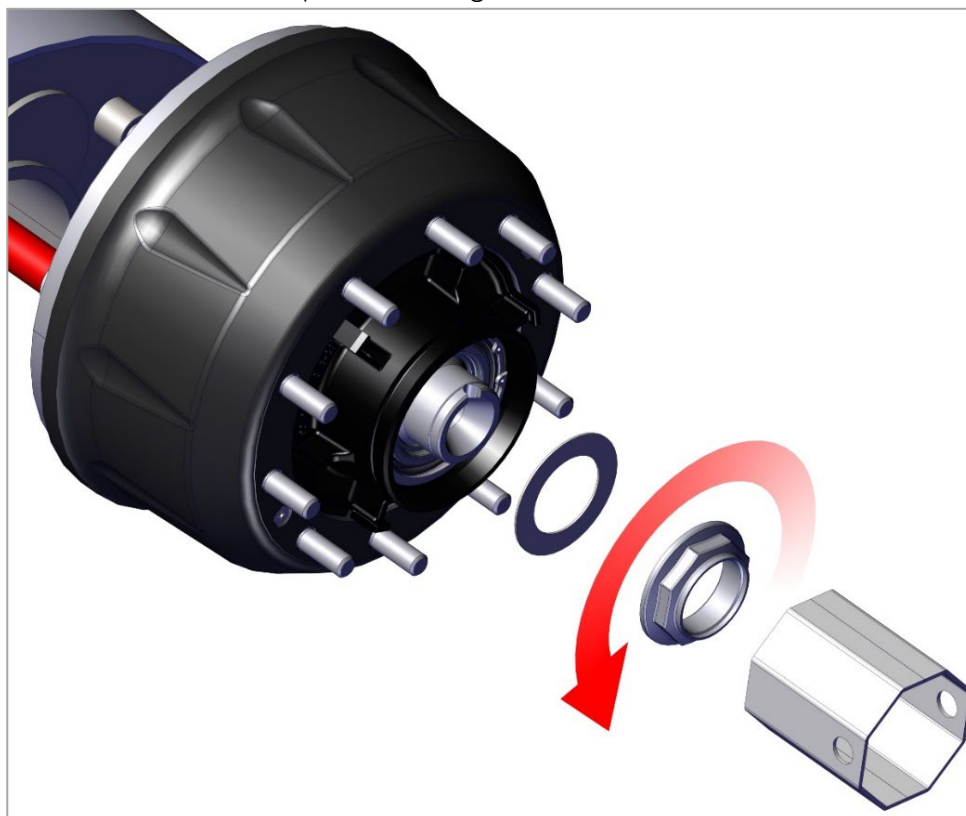

Рис. 21. Снятие гайки подшипников
- 2) отверните гайку подшипников ступицы и снимите упорную шайбу (рис. 21).